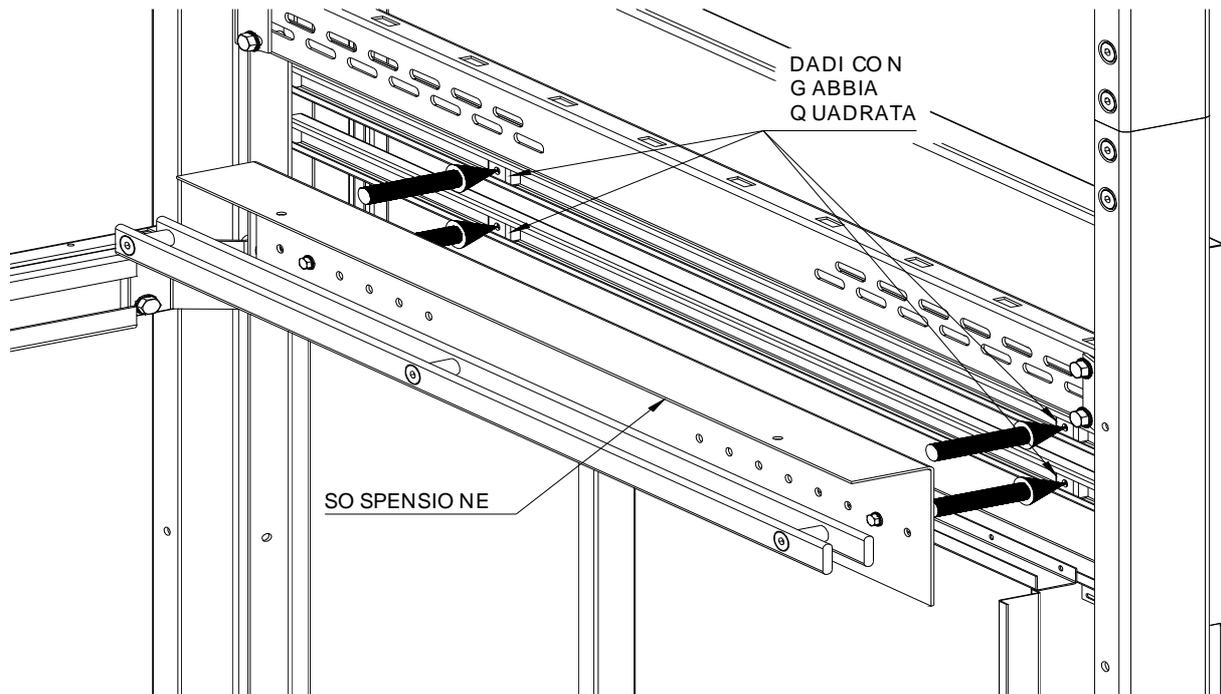

Fig. 19.8
- ✓ Fissare la sospensione serrando le viti sui dadi. Si consiglia di controllare il posizionamento in altezza (Fig 19.8)